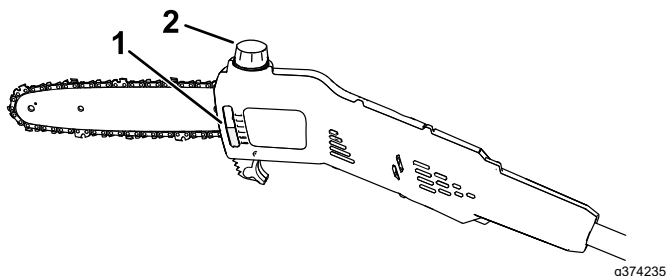

Figure 15
2. Contrôlez le niveau d'huile par le regard. Si l'huile ne recouvre pas le regard, faites l'appoint d'huile pour guide-chaîne et chaîne selon les besoins (Figure 15).
5. Retirez le bouchon et versez de l'huile pour guide-chaîne et chaîne dans l'élagueuse sur perche jusqu'à ce que le réservoir soit plein (Figure 15).
4. Nettoyez la surface autour du bouchon de remplissage d'huile (Figure 15).